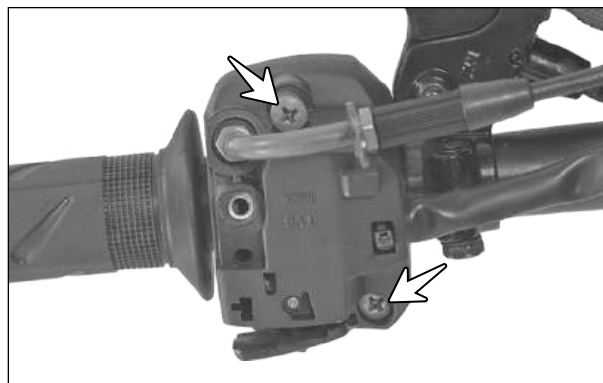

Fig. 2.34
- Remova os parafusos (setas) de fixação das partes inferior e superior do alojamento do acelerador. (Fig. 2.34)